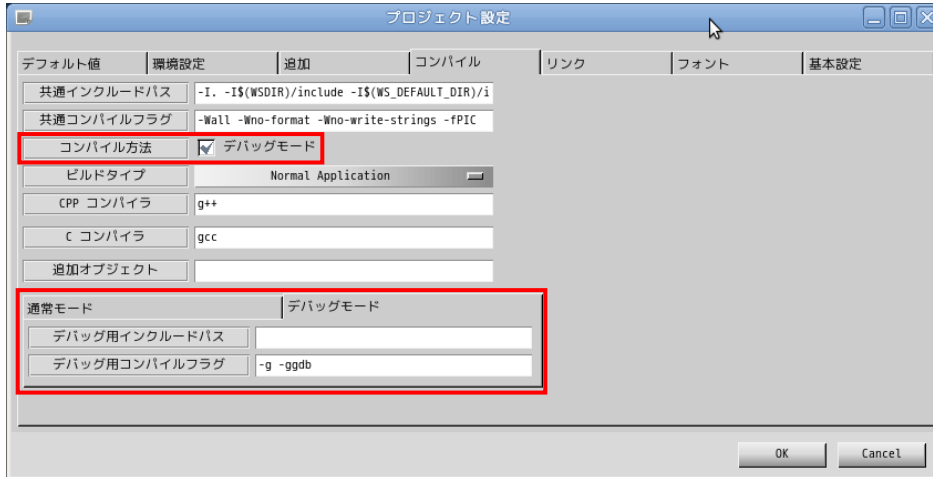

図 3-4-1. プロジェクト設定画面 (コンパイルタブ)
WideStudio の場合は、 をクリックする、またはメニューの「プロジェクト (P)」→「プロジェクト設定 (E)」をクリックします。「コンパイル」タブをクリックすることで、図 3-4-1 のようなプロジェクト設定画面が表示されます。